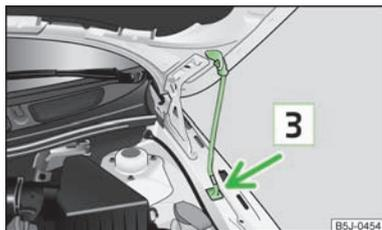

Fig. 114 Fixation du capot-moteur avec appui du capot
- Sortez la béquille de capot de son support et fixez le capot ouvert en insérant l'extrémité de la béquille de capot dans l'orifice prévu à cet effet **3** » fig. 114.